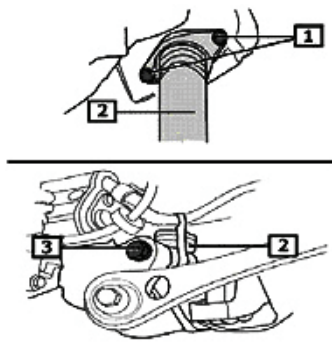

Fig. 8:
- **Fig. 8** Untere Stoßdämpferbefestigung (3) abschrauben.
- **Fig. 8** Obere Stoßdämpferbefestigung (1) abschrauben und Stoßdämpfer entnehmen.
- **Fig. 8** Unscrew lower shock absorber attachment (3).
- **Fig. 8** Unscrew upper shock absorber attachment (1) and remove shock absorber.
- **Fig. 8** Dévisser la fixation inférieure de la jambe de force (3).
- **Fig. 8** Dévisser la fixation supérieure de l'amortisseur (1) et enlever l'amortisseur.
- **Fig. 8** Desatornillar la sujeción inferior del amortiguador (3).
- **Fig. 8** Desatornillar la sujeción superior del amortiguador (1) y retirar el amortiguador.